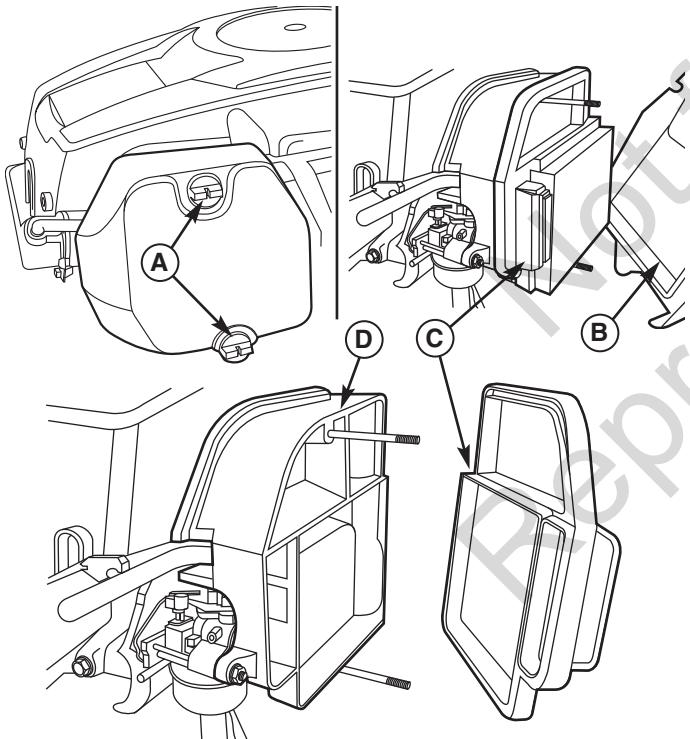

Figura 30. Ensamble del filtro de aceite
1. Afloje los botones de la cubierta del filtro de aire (A, Figura 30) y remueva la cubierta (B). Limpie cualquier residuo alrededor del filtro de aire. Inspeccione la condición de las superficies de sellamiento del elemento del filtro de aire (C) y de la base del filtro (D). Reemplace cualquier parte dañada.
2. Remueva el elemento del filtro de aire (C).
3. Instale el elemento del filtro de aire nuevo con el lado plisado hacia afuera y aséntelo en los bordes de la base del purificador de aire (D).
4. Reinstale la cubierta del filtro de aire (B) y asegúrela con los dos botones (A).